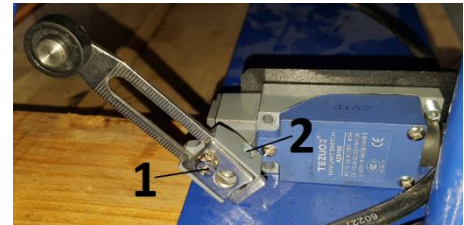

Fig. 8
2. Draai vervolgens het schroefje (1, fig.8) los en schuif de arm helemaal uit, zet deze vervolgens weer vast met het schroefje.
3. Nu is het een kwestie van afstellen van de positie van de arm, draai vervolgens het inbusboutje (2, fig.8) los om de positie van de arm te kunnen verstellen. De limietschakelaar wordt in werking gesteld wanneer de onderkant van het onderste schardeel de arm van de limietschakelaar naar beneden drukt. De brug dient op ± 40 cm hoogte (gemeten van onderkant platform tot de vloer) te stoppen.